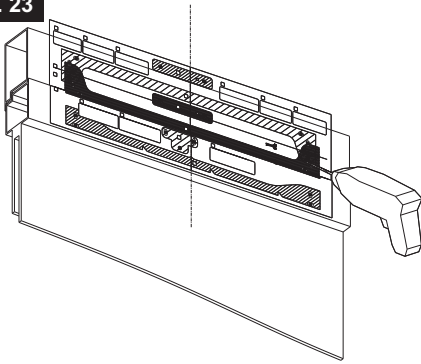

Fig. 24
- 5) **Abb. 24 / 25-** Mit den zweckmäßigen Schrauben die Fensterrahmenverbindungsbügel und die Kippöffnungsbügel befestigen;